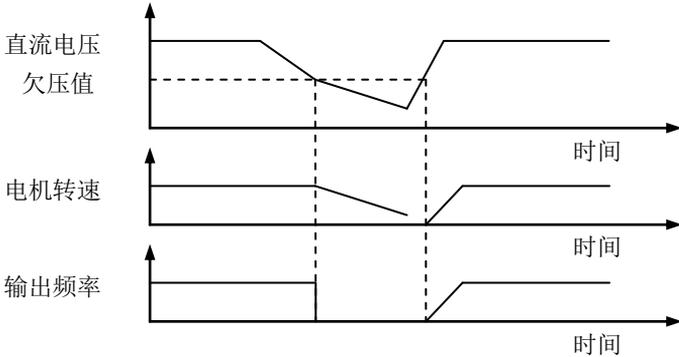

图 6-17 电恢复时频率从零启动
- 1: 复电后,当变频器检测到直流母线电压高于欠压保护值后,输出频率将从 0Hz 加速到设定频率。如图 6-17 所示。